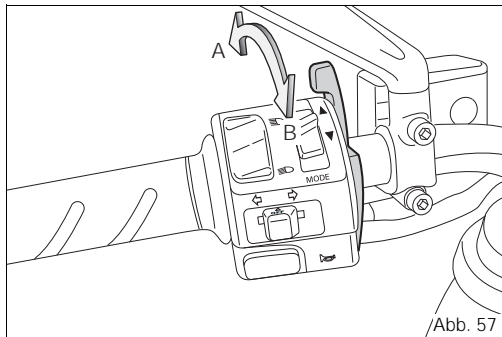

Abb. 57
- 2) Den Starterhebel in die Position (B, Abb. 57) bringen.
5) Während sich der Motor langsam erwärmt, den Starterhebel schrittweise in die senkrechte Position (A, Abb. 57) bringen. Ein warmgelaufener Motor muss das Standgas bei komplett unbetätigtem Starter halten können.